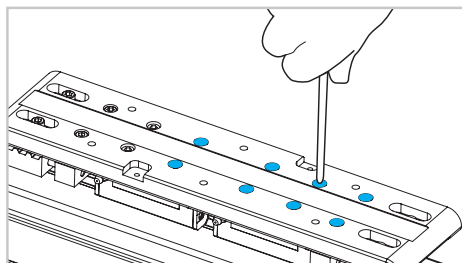

Fig. 9
- 7) Rimuovere le viti di bloccaggio dei pattini poste sul carro (Fig. 9).